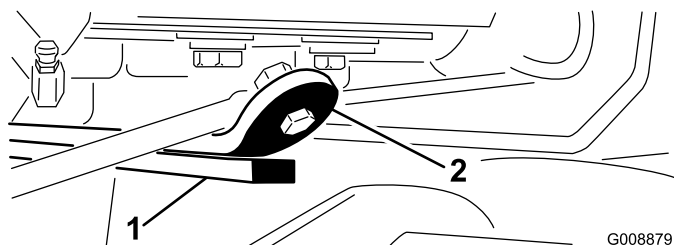

Рисунок 28
3. Запустите двигатель, поднимите подъемные рычаги и убедитесь в том, что зазор между износной накладкой в верхней части износной планки режущего блока и отбойной накладкой составляет от 0,51 до 2,54 мм (Рисунок 28).